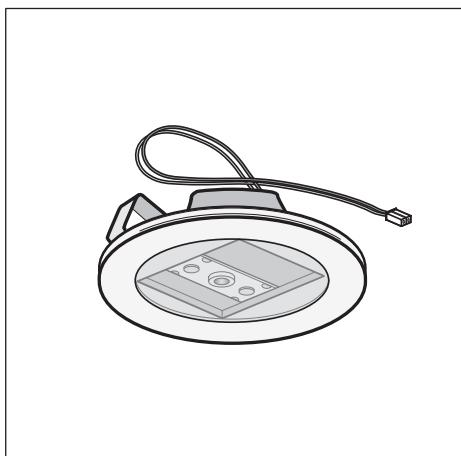

Fig.11
**• Byte av LED-lamporna (Fig.11):**